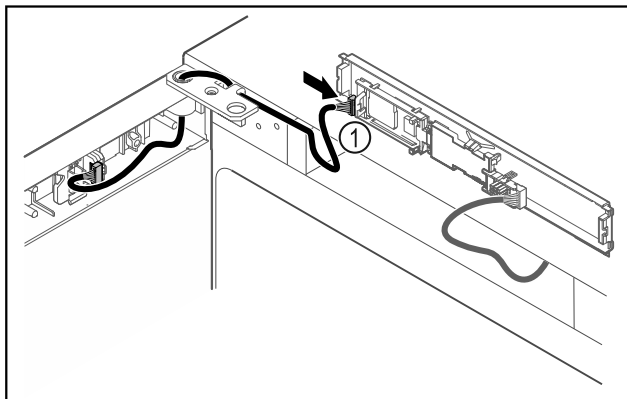

Fig. 45
- ▶ Συνδέστε το φινιρίσματα Fig. 45 (1) στην πλακέτα.